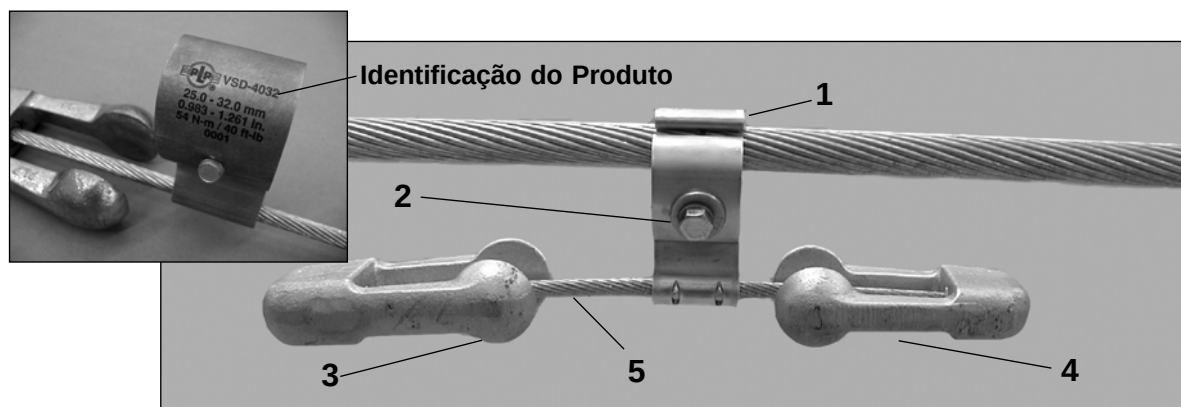

FIGURA 1 – AMORTECEDOR DE VIBRAÇÃO VORTX™
1. Corpo & Garra: Em formato de gancho o Corpo do Amortecedor apoia-se sobre o cabo ou condutor, enquanto a Garra faz o fechamento. Como demonstrado na figura 1, o Mensageiro é fixado por compressão na parte inferior do Corpo. A face externa do Corpo possui gravação indelével da identificação do produto (código), torque de aplicação e número de lote.
3. Peso Maior: O Amortecedor demonstrado na figura 1 tem dois tamanhos de Pesos – isto oferece um melhor desempenho do produto que apresenta até 4 respostas de frequências de vibração (duas para o Peso Maior e duas para o Peso Menor). Outro projeto de Amortecedor poderá ter Pesos do mesmo tamanho que pode ser posicionado assimetricamente em relação ao Corpo para multi-resposta.